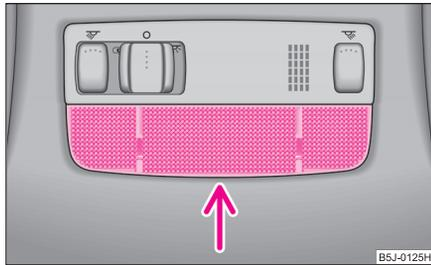

Abb. 189 Innenleuchte ausbauen
- Ziehen Sie die Streuscheibe (siehe Pfeil) nach unten vom Gehäuse ab ⇒ Abb. 189.